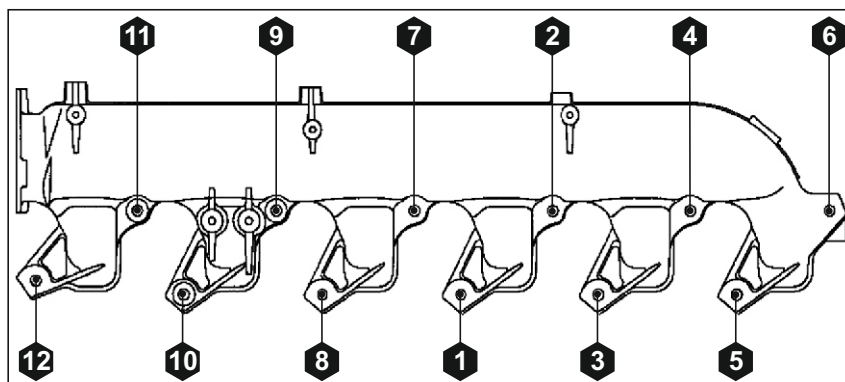

Рис. 127. Порядок затяжки болтов крепления коллектора впускного.
1. Установить в соответствующие отверстия головки блока цилиндров (11, 7, 2, 6) (см. Рис. 127) 4 технологические направляющие.
6. Установить в отверстие крепления коллектора (6) болт М10х1,5-55 мм, ввернуть его в головку блока цилиндров и затянуть моментом 20 Нм.
8. Окончательно затянуть все болты моментом 60 ± 12 Нм (затяжку болтов производить в порядке, указанном на Рис. 127).